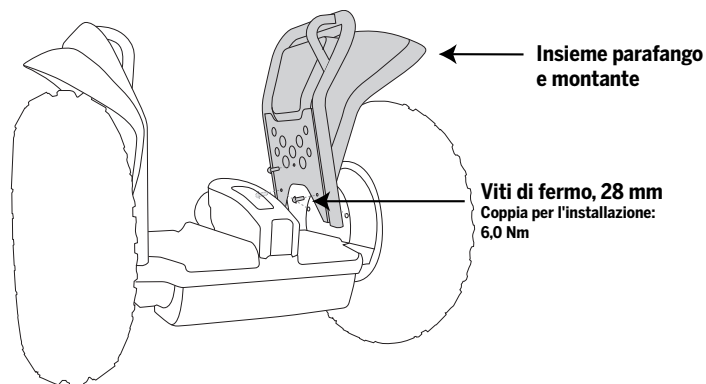

Figura 1. Rimozione o installazione dell'insieme parafrangente/montante
2. Per rimuovere l'insieme parafango e montante dal Segway PT, togliere le 3 viti di fermo da 28 mm con una chiave a brugola esagonale da 4 mm. Vedere la Figura 1.